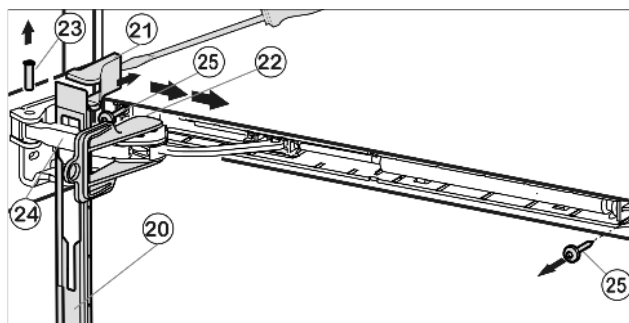

Fig. 10
- ▶ Сдвиньте накладку над амортизационной скобой Fig. 10 (24) в направлении устройства вперед.
- ▶ Зафиксируйте предохранитель Fig. 10 (22) в продольном пазе.
- ▶ Подденьте крышку Fig. 10 (21) отверткой с внешней стороны и снимите в направлении наружу.
- ▶ Выдавите палец Fig. 10 (23) снизу.
- ▶ Нажмите амортизационную скобу Fig. 10 (24) в направлении дверцы.
- ▶ Снимите накладку Fig. 10 (20).
- ▶ Открутите весь узел амортизатора закрывания дверцы (2 шт. Torx® 15) Fig. 10 (25).